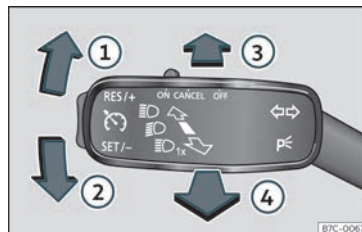

Fig. 94 Panca de intermitentes e de luz de estrada.
- Dende a posición de base, prema cara adiante a panca dos intermitentes e da luz da estrada» **fig. 94** . Cando se amose o indicador  na pantalla do cadro de instrumentos, o asistente da luz de estrada estará conectado.
- **OU BEN:** coa luz de estrada conectada, puxe cara atrás da panca dos intermitentes e luz de estrada» **fig. 94** .